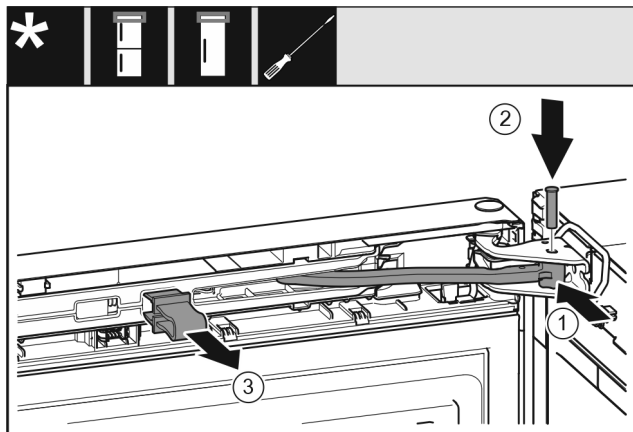

Fig. 50
- ▶ Okrenite zglob u podlošku ležaja. Fig. 50 (1)
- ▶ Umetnite svornjak u podložak ležaja i zglob. Pritom pazite da ispučenje za blokiranje ispravno dosjedne u utor. Fig. 50 (2)
- ▶ Skinite osigurač. Fig. 50 (3)